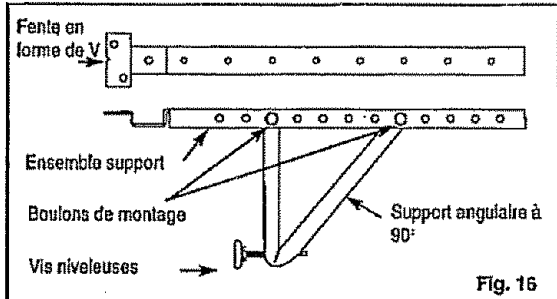

Fig. 16
- A.** Fixez l'ensemble support aux supports angulaires de 90° (Fig.16) en utilisant les boulons de 1,5 po x 1/4 po (deux par support). Fixez avec les quatre rondelles de sécurité de 1 po et les quatre écrous de 1 po. Ne serrez PAS à fond immédiatement ces vis, car il pourrait être nécessaire d'ajuster la profondeur de l'ensemble support en fonction de la profondeur du cadre de votre fenêtre. Voir Figures 18 & 19. Vérifiez et testez l'ensemble support dans la fenêtre avant l'installation. Si vous êtes satisfait, serrez toutes les vis. Installez les deux vis niveleuses dans les supports angulaires de 90° (équerre). Voir Fig. 16. Si les vis niveleuses sont trop distantes de la paroi pour fournir une stabilité adéquate, il peut être nécessaire de diminuer cette distance au moyen d'une solide pièce de bois. Voir Fig. 19.